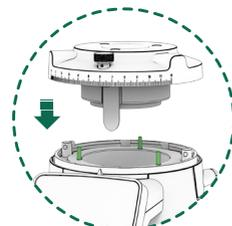

Fig. 19
12.3.13. Al volver a ensamblar el regulador de molienda, coloque la cortina de silicona hacia adelante y alinee los tres agujeros con los tres pasadores en la cámara de molienda (Fig. 19).